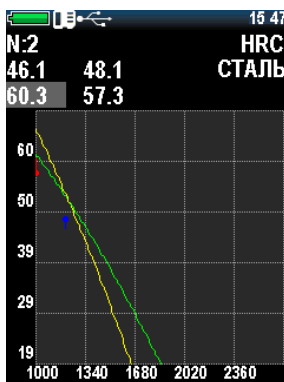

Рисунок 2.39 – После корректировки для второго образца
8. Нажмите «», чтобы настроить значение второго образца, последовательность действий аналогична, как и при настройке первого образца. По завершению всех операций дисплей прибора примет вид как на рис. 2.39.